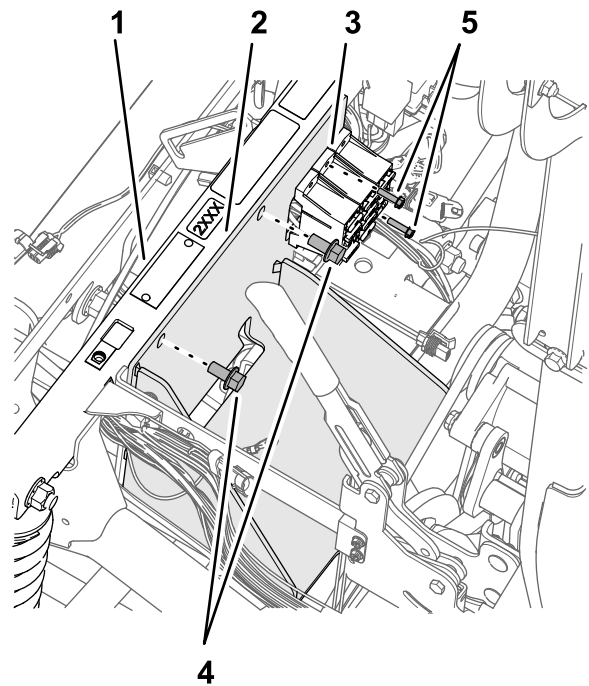

Figura 173
2. Monte o suporte da bateria no tubo de suporte do para-choques (Figura 173) com os dois parafusos de cabeça flangeada ($\frac{3}{8}$ pol. x $\frac{3}{4}$ pol.) que retirou no passo 4 de Remoção da bateria (300 A) e suporte da bateria (página 80).
4. Prenda os blocos de fusíveis no suporte da bateria (Figura 173) com o parafuso (10-24 pol. x $\frac{3}{4}$ pol.) e as porcas (10-24) que retirou no passo 3 de Remoção da bateria (300 A) e suporte da bateria (página 80).